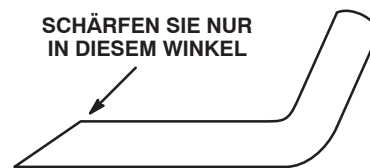

Bild 65
3. Untersuchen Sie die Schnittkanten aller Messer. Schärfen Sie die stumpfen oder gekerbten Schnittkanten. Schärfen Sie nur die Oberseite der Schnittkante, sodass Sie den Originalschnittwinkel beibehalten und so die Schärfe der Messer gewährleisten (Bild 65). Das Schnittmesser bleibt ausgewuchtet, wenn Sie von beiden Schnittkanten die gleiche Materialmenge abnehmen.